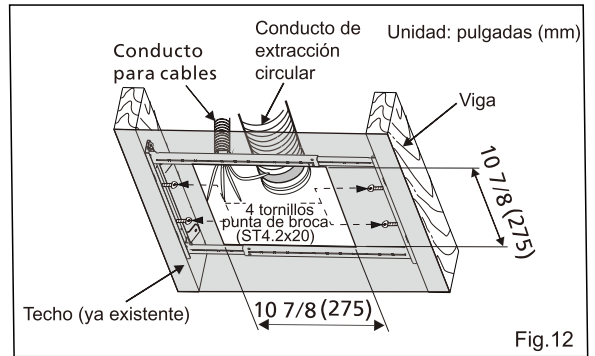

Fig.12
1. Quite el ventilador existente y realice una abertura en el techo. Instale el soporte Flex-Z Fast™ en las vigas usando los 4 tornillos punta de broca previamente colocados (ST4.2x20). La red de conductos y los cables existentes deben quedar instalados. (Fig.12)